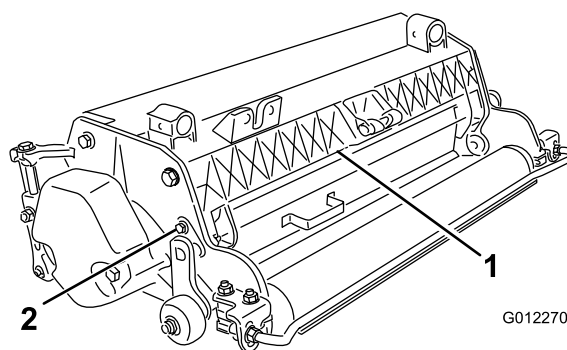

Рисунок 5
1. Ослабьте болты оси поворота щитка (Рисунок 5).
2. Переведите щиток в требуемое положение и затяните болты (Рисунок 5).